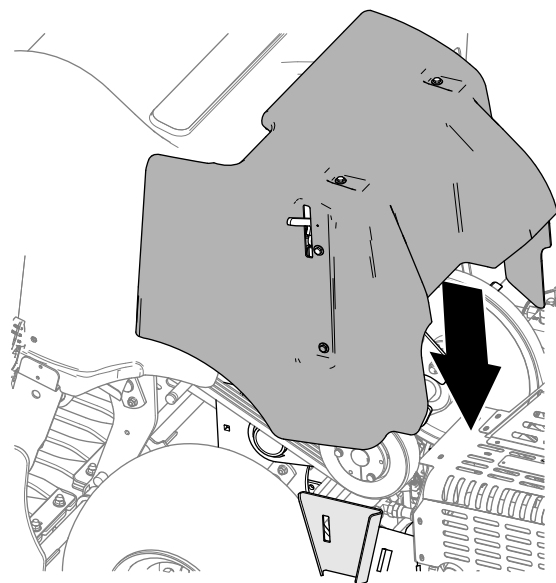

Figura 145
2. Baje la cubierta de la correa (Figura 145).